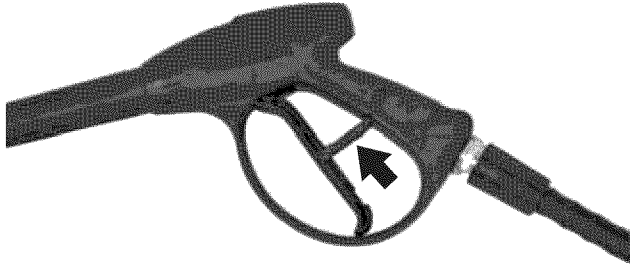

Figura 46 – Bloqueo del disparador cerrado
1. Empuje el bloqueo del disparador para bloquearlo en la posición **OFF** (Ver Figura 46).